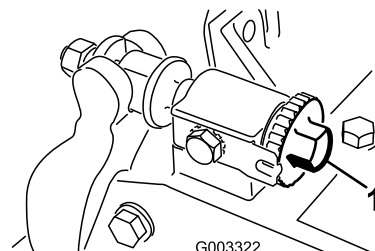

Figura 10
- Rotii uruburile de reglare pentru bara de cadru în sens invers acelor de ceasornic pentru a asigura faptul că bara nu intră în contact cu cilindrul (Figura 10).